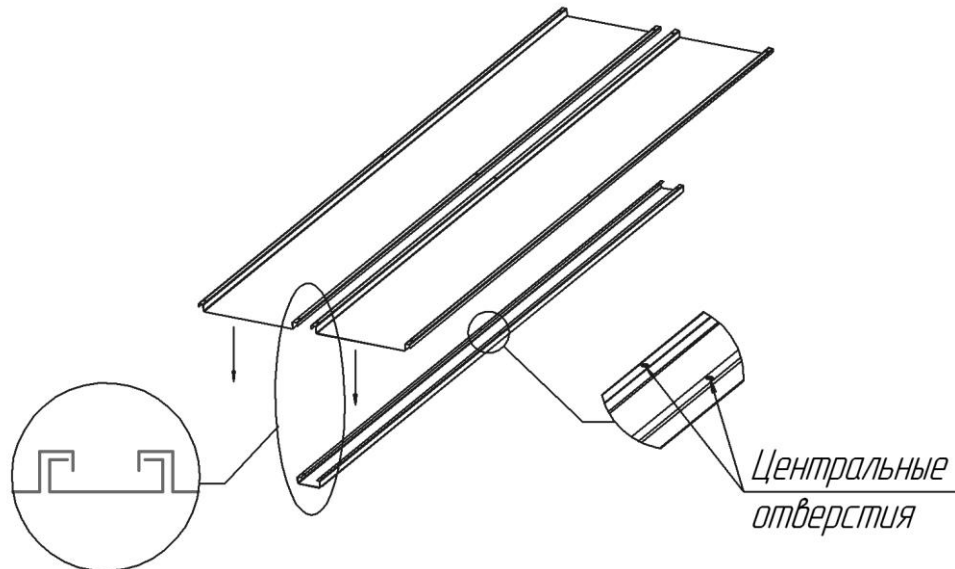

Рис.1
- 7.1. Приклепать задние стенки через центральные отверстия к планке (только в средней части шкафа, крайние не приклепывать) (Рис.1).